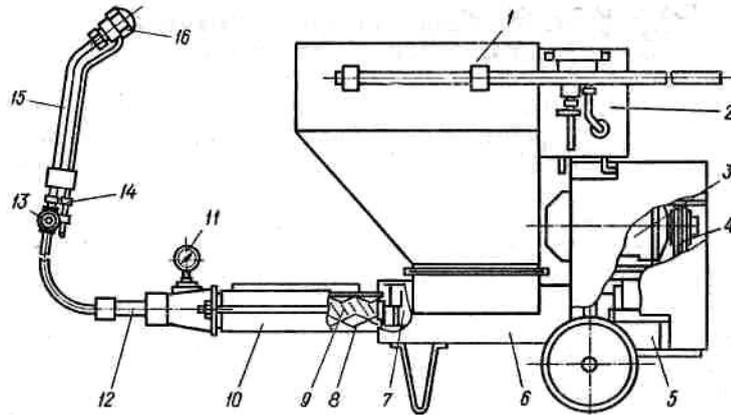

Рис. 25.11. Шпаклювальний агрегат СО-150:
**Шпаклювальний агрегат СО-150** (рис. 25.11) складається із завантажувального бункера, шнекового конвеєра, електродвигуна, клинопасової передачі з редуктором, гвинтового насоса, матеріального шланга, вудки і пульта керування.